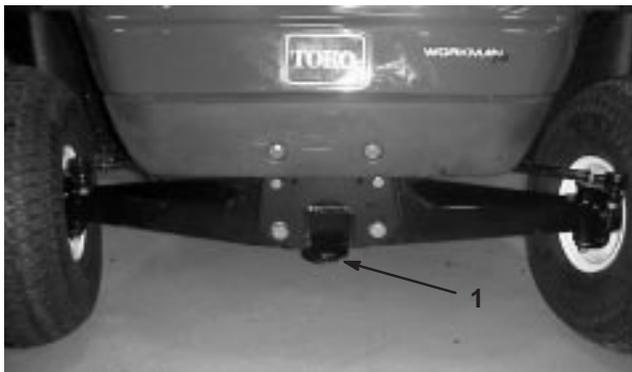

Bild 22
2. Befestigen Sie ein Schleppkabel an der Lasche am vorderen Chassis (Bild 22).